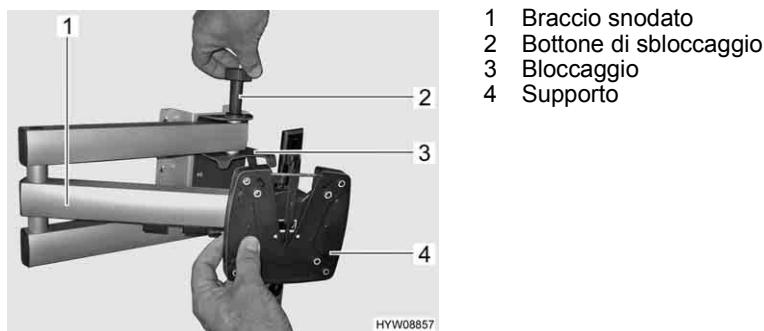

Fig. 9 Supporto con braccio snodato
- Ruotare lo schermo piatto all'indietro nella sua posizione iniziale, finché il supporto (Fig. 9,4) non si innesta nel bloccaggio (Fig. 9,3) producendo un suono.